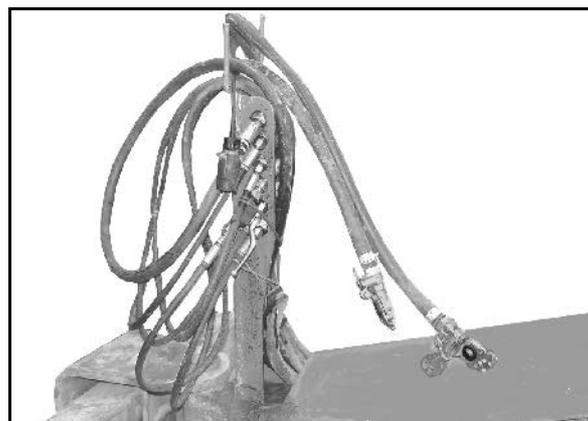

Fig. 14
3. Befestigen Sie die Hydraulik-Stecker in den Parkkupplungen (Fig. 14).